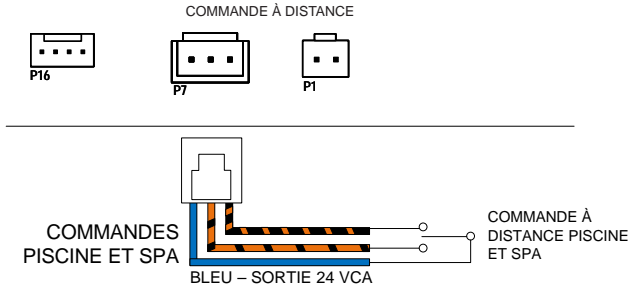

Figure 57. Installation du faisceau de la télécommande 3 fils
5. Sur le faisceau d'interface à 3 fils de la télécommande, connectez le fil BLEU d'un côté du contrôleur d'automatisation à distance et connectez le fil ORANGE/NOIR pour le fonctionnement « SPA » et le fil NOIR/ORANGE pour le fonctionnement « POOL ». Voir Figure 57.
6. Placez le faisceau de la commande à distance à 3 fils sur le connecteur « P7 » et mettez l'appareil sous tension. Voir Figure 57.
10. Pour une commande à distance à 3 fils, connectez le fil BLEU d'un côté du contrôleur à distance et connectez le fil ORANGE/NOIR pour le fonctionnement « SPA » et le fil NOIR/ORANGE pour le fonctionnement « POOL ». Voir Figure 57.